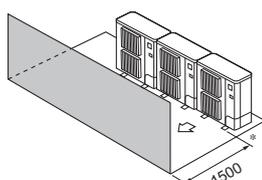

Fig. 3-13
③ Obstáculos apenas na parte da frente (Fig. 3-13)